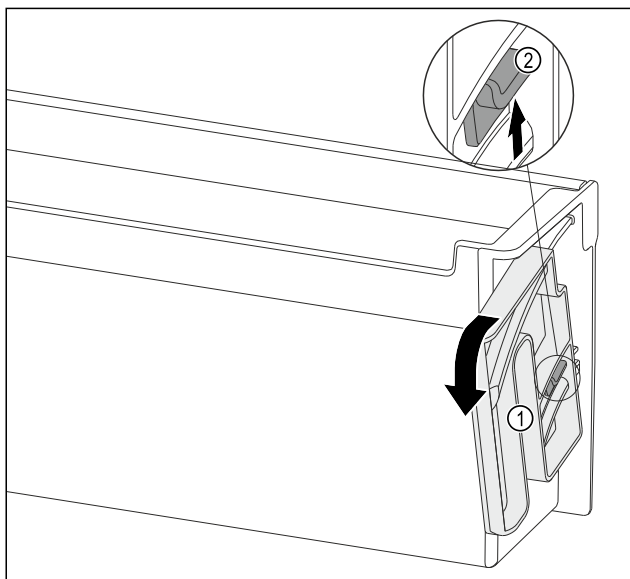

Fig. 114
- Otočnou část Fig. 114 (1) otočte určeným směrem až na doraz.
- Závěs Fig. 114 (2) zatlačte nahoru a otočnou část Fig. 114 (1) odeberte.